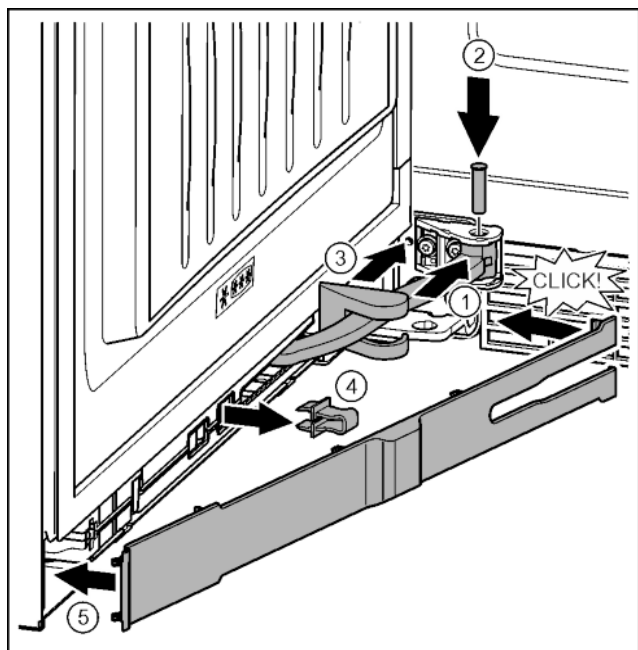

Fig. 36
- ▶ Otočte kloub v závěsu. Fig. 36 (1)
- ▶ Šroubovákem T15 vložte čep do závěsu a kloubu. Přitom dávejte pozor, aby byla zajišťovací vačka správně usazena v drážce. Fig. 36 (2)
- ▶ Posuňte kryt stojanu ložiska podél kloubu a namontujte nad závěsem. Fig. 36 (3)
- ▶ Pojistku vytáhněte. Fig. 36 (4)
- ▶ Záslepka na straně madla nasadte a sklopte. Fig. 36 (5)